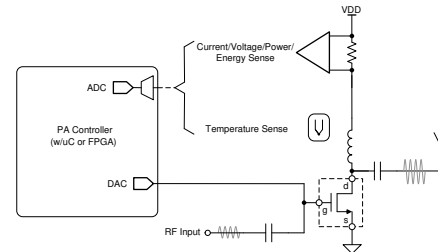

图 3. PA 偏置和电流检测
功率放大器 (PA) 的偏置电流可以根据最终应用的需求、调制方案和工作级别进行调整。图 3 展示了一种具有电流检测功能的典型 PA。